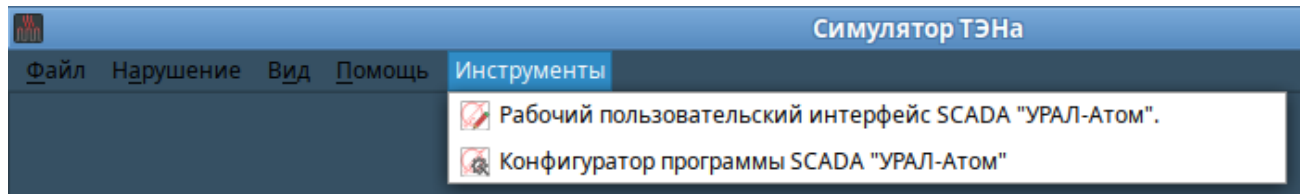
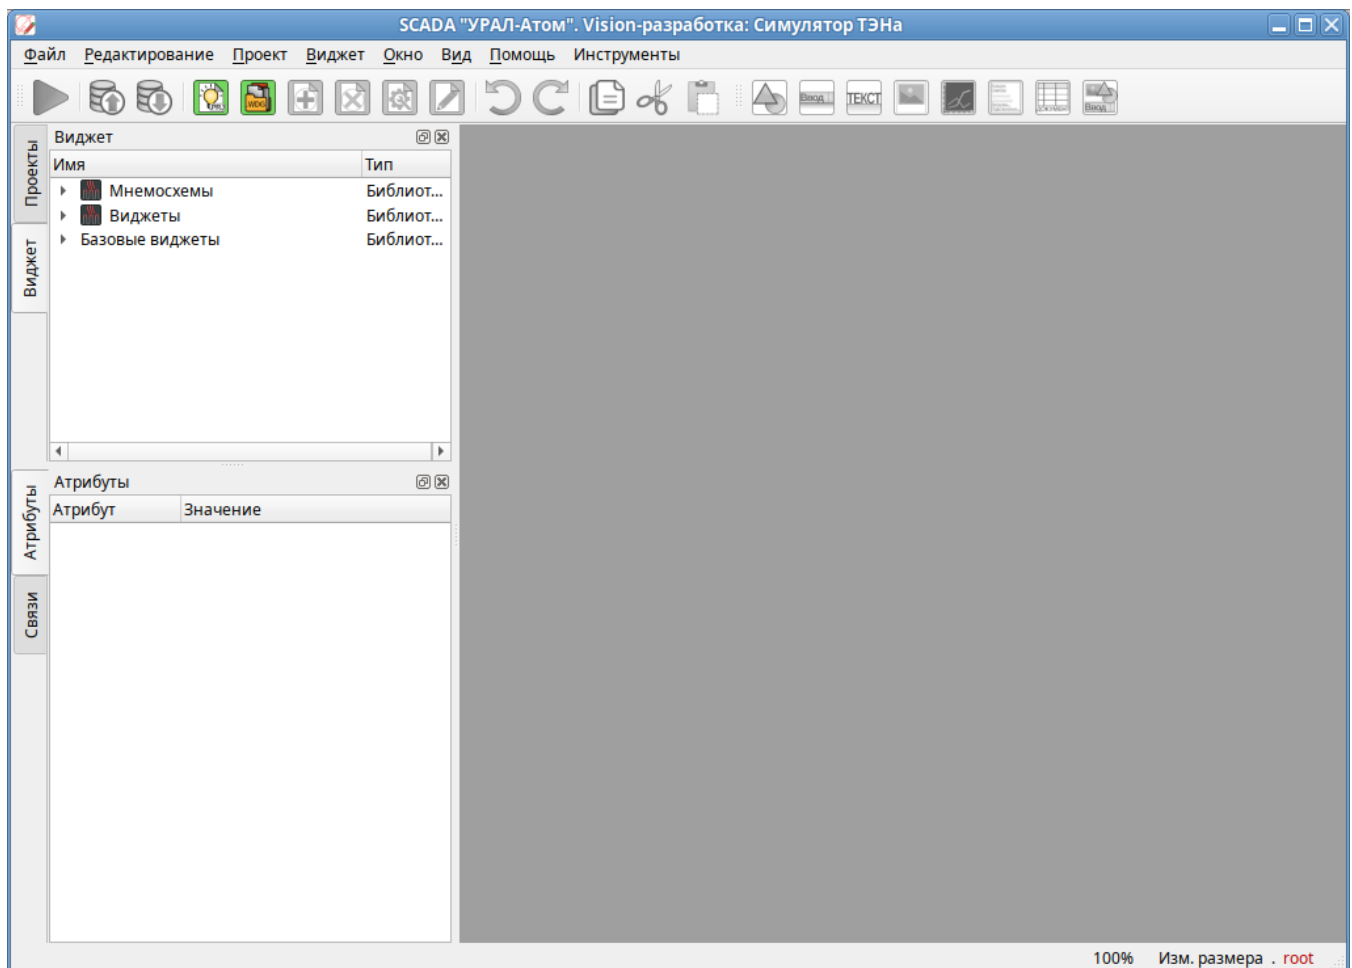

Рис. 13
Рис. 14
3.2.2.6. Пункт главного меню «Инструменты» (рис.13) предназначен для предоставления пользователю доступа к рабочему пользовательскому интерфейсу SCADA «УРАЛ-Атом» (рис. 14) и конфигуратору программы (рис. 15).